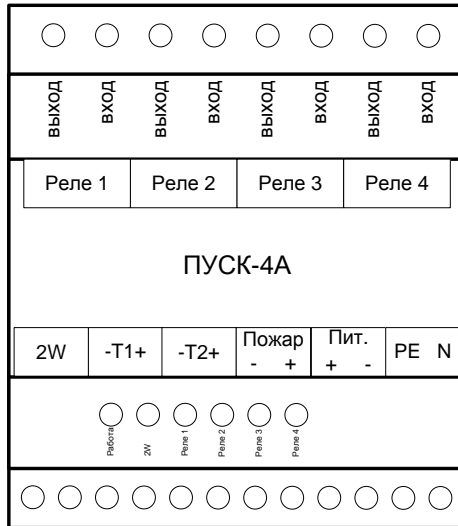

Рис. 1 Схема внешних подключений ПУСК
- входами защитного заземления и нейтрального кабеля (Рис. 1).